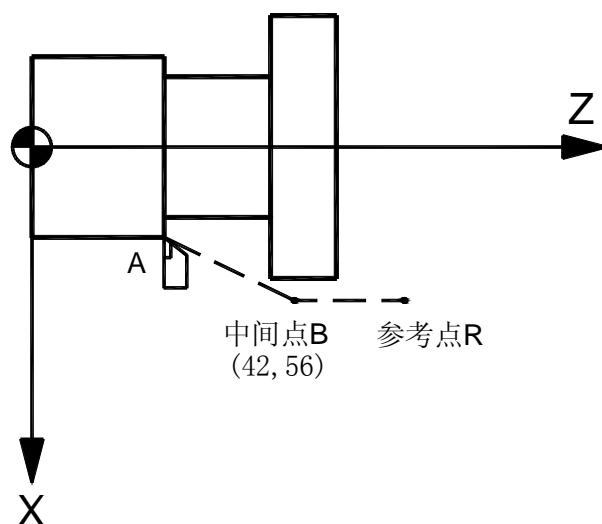

图 2-11
(1) 以快速回零速度（由参数 P146~P149 设定）从当前位置定位到指令轴的中间点位置（**A** 点—**B** 点），如图 2-11。
(2) 以快速回零速度从中间点向参考点方向移动（**B** 点—**R** 点）。
(3) 检测到减速信号后，低速运行（由参数 P150~P153 设定）寻找精定位信号。
(4) 检测到精定位信号后，返回零点执行完毕，回零灯亮。